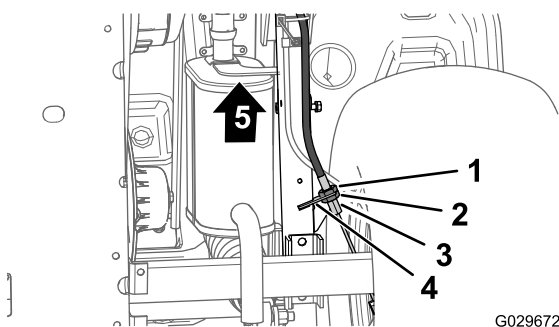

Рисунок 54
3. В нижней части машины ослабьте заднюю зажимную гайку резьбового регулятора троса стояночного тормоза на 4 оборота (Рисунок 54).
4. Затяните переднюю зажимную гайку (Рисунок 54).
- A. Ослабьте затяжку передней зажимной гайки (Рисунок 54) на резьбовом регуляторе троса стояночного тормоза на один оборот.
- B. Затяните заднюю зажимную гайку (Рисунок 54).
- A. Ослабьте затяжку задней зажимной гайки (Рисунок 54) на резьбовом регуляторе троса стояночного тормоза на один оборот.
- B. Затяните переднюю зажимную гайку (Рисунок 54).